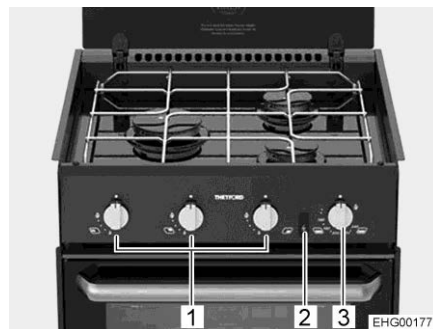
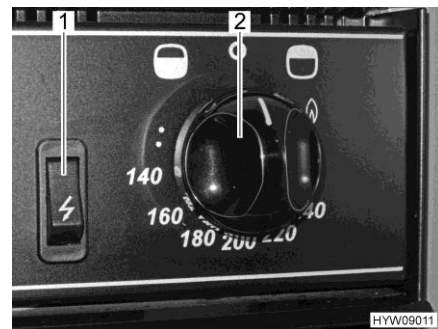

Bild 129 Herd mit Gaskochplatten
Bild 130 Bedienelemente (Gasbackofen mit Grill)
- Drehregler (Bild 129,1) der gewünschten Brennstelle drücken, auf Zündposition (große Flamme) drehen und gedrückt halten, bis die Flamme brennt (maximal 15 Sekunden lang).
- Drehregler (Bild 129,3 und Bild 130,2) drücken und entgegen dem Uhrzeigersinn (in Richtung Backofen-Symbol "🍲") auf maximale Einstellung stellen.
- Drehregler (Bild 129,3 und Bild 130,2) drücken und 5 bis 10 Sekunden lang gedrückt halten. Es strömt Gas zum Brenner.
- Zündschalter (Bild 129,2 und Bild 130,1) so lange drücken, bis die Flamme brennt.
- Drehregler (Bild 129,3 und Bild 130,2) drücken und im Uhrzeigersinn (in Richtung Grill-Symbol "🍷") auf das Flammensymbol stellen.
- Zündschalter (Bild 129,1 und Bild 130,1) so lange drücken, bis die Flamme brennt.
- Drehregler (Bild 130,2) auf "O" drehen. Die Flamme erlischt.